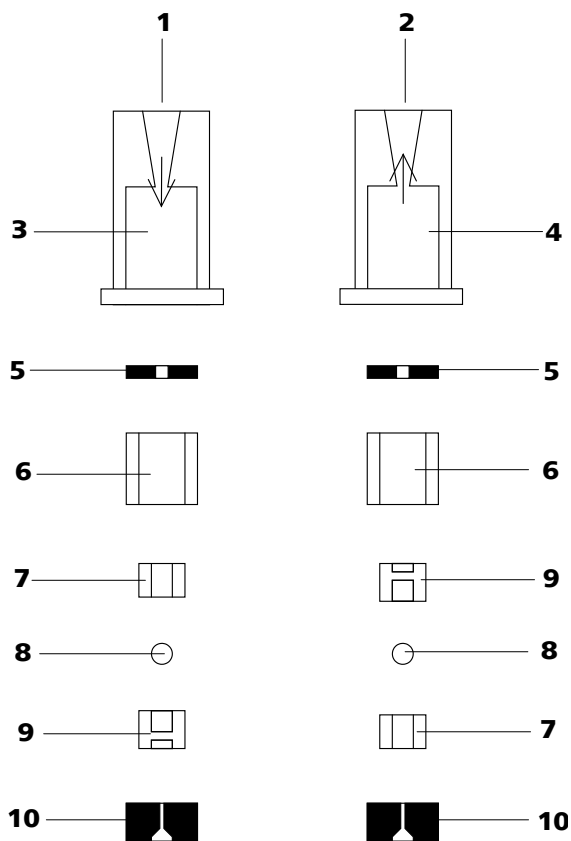

图 44 进口阀和出口阀的组成部分
- 进口阀和出口阀的组成部件均相同，只是排布不同（参见图44，第76页）。
- 按正确顺序将其他的阀门组件（参见图 44，第 76 页）依次放好。
若并非如此，则必须再次拆分阀门，并正确组装（参见图 44，第 76 页）。